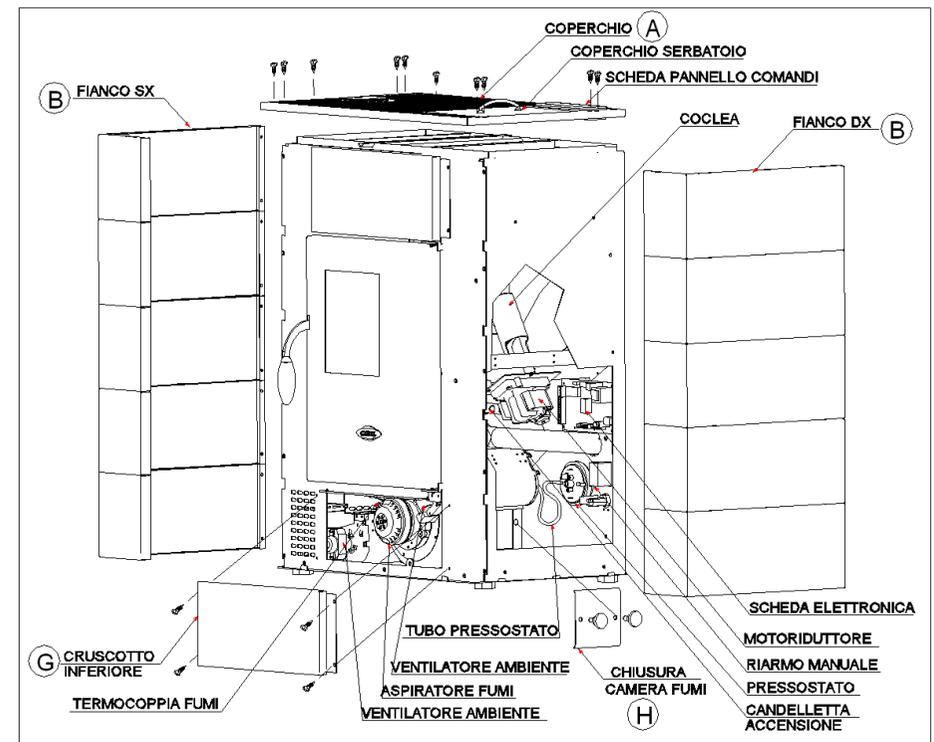

Fig.14
- Svitare completamente le 10 viti del coperchio A (vedi fig.14), alzarlo e spostarlo a destra e a sinistra per poter sfilare i fianchi B dx e sx.
- Svitare le 4 viti del cruscotto inferiore G (vedi fig.14).
verifichi la loro efficienza. Pulire annualmente anche la camera fumi (vedi fig14-H).
Pulire annualmente il ventilatore ambiente e il ventilatore fumi da cenere o polvere la quale causa uno sbilanciamento delle pale e una rumorosità maggiore (vedi fig.14.). Data la delicatezza dell'operazione si deve far eseguire tale pulizia da un tecnico specializzato.